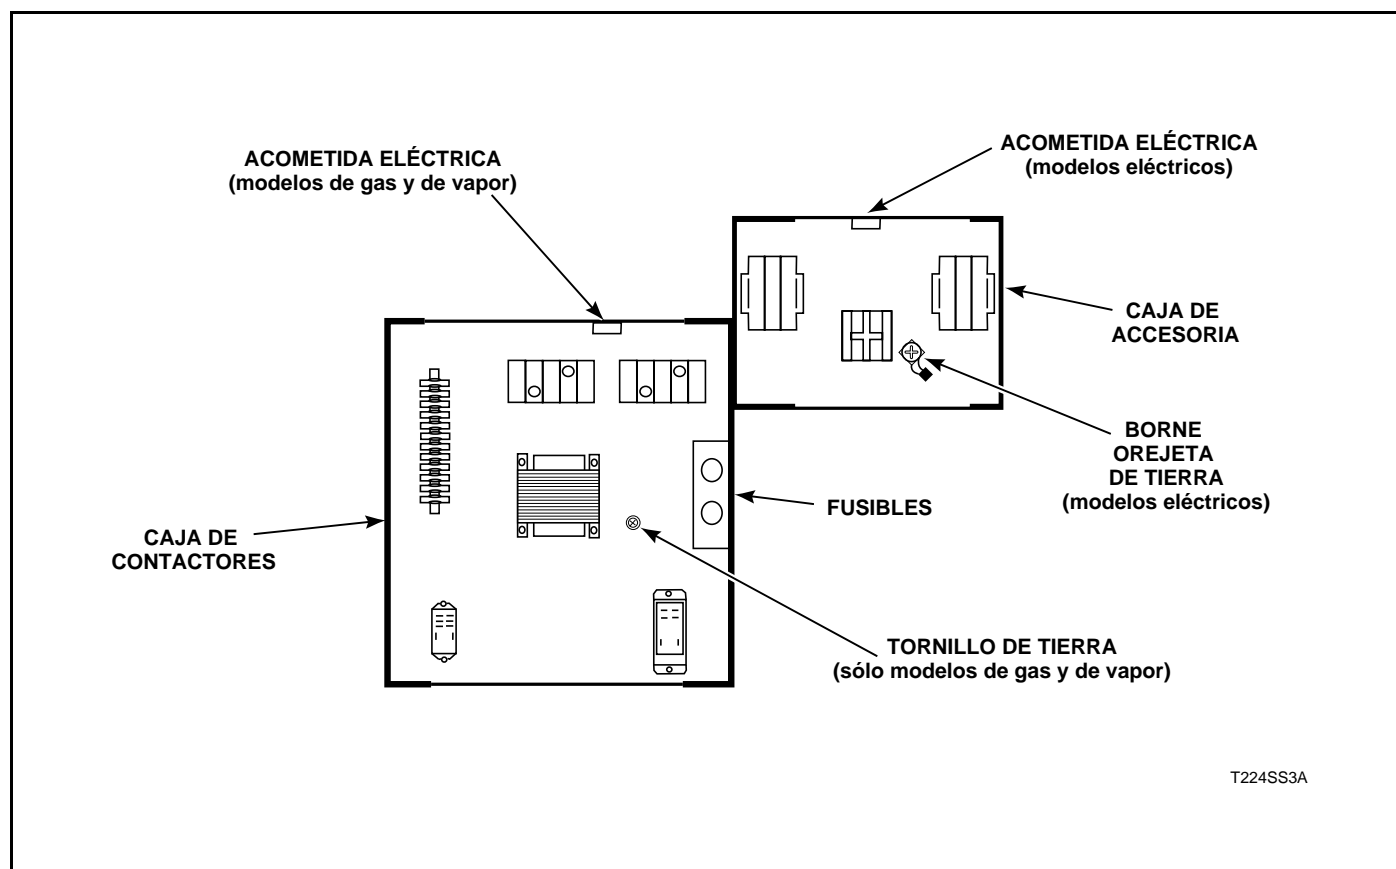

Figura 16
2. Conectar los alambres del conducto portacables al interruptor de desconexión o interruptor de circuitos. Conectar los conductores de alambre al terminal debidamente identificado del bloque de terminales. El alambre de tierra tiene que empalmarse a la conexión de tierra como se muestra en la *Figura 16*.